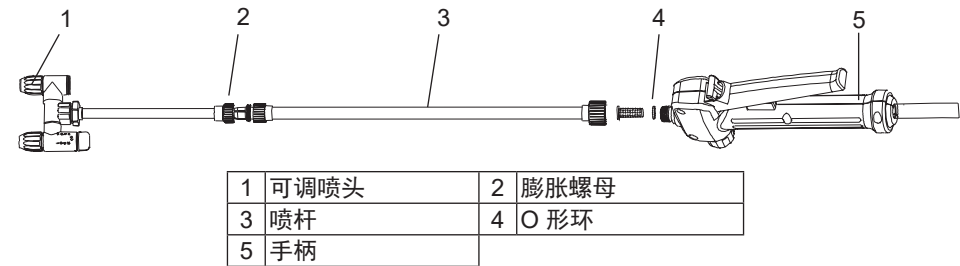

图 1
- 2. 确保 O 形环组装到位，然后将喷杆拧到手柄上并牢固上紧。参考图 1。